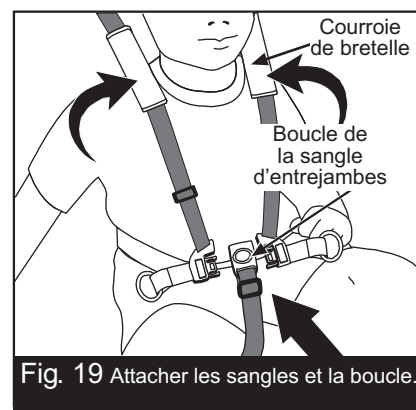

Fig. 19 Attacher les sangles et la boucle.
b. Installer l'enfant dans le siège. Faire passer une sangle par-dessus chaque épaule. Faire passer la sangle entre les jambes (Fig. 19).